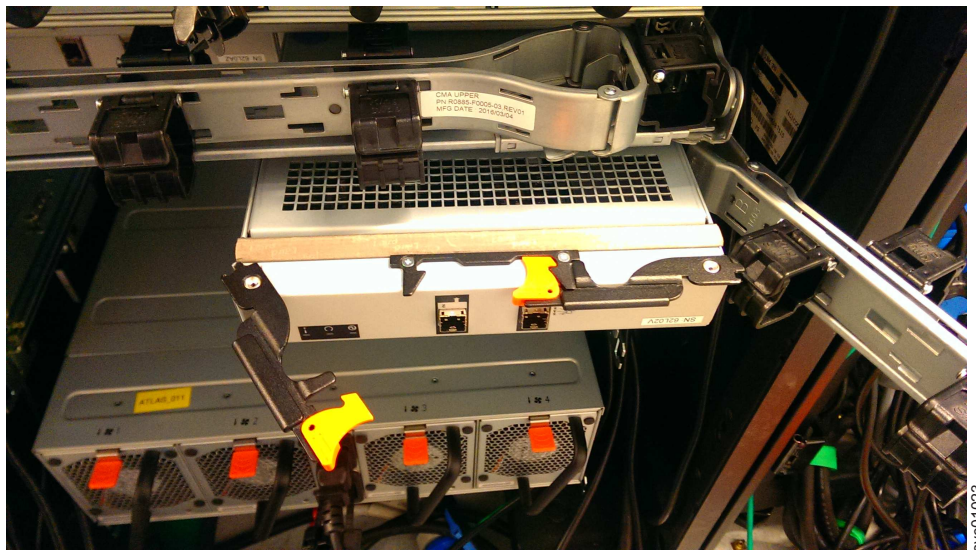

図 63. 拡張キャニスターの取り付け
1. 図 63 に示すように、下段のケーブル・マネジメント・アームのひじを切り離し、邪魔にならないところに向きを変えます。
4. 拡張キャニスターが完全に挿入されたら、各ハンドルを内側に回転させて、所定の位置にロックします (図 63 を参照)。